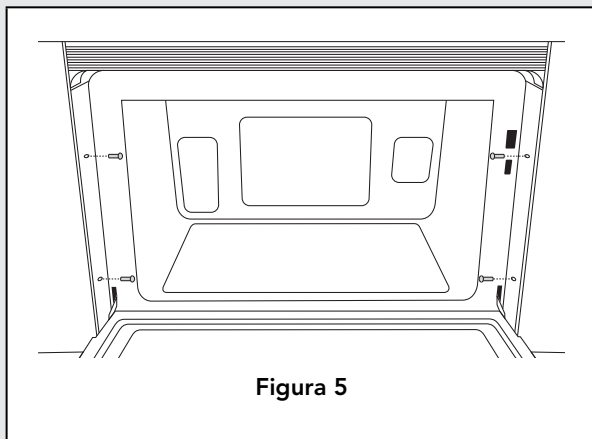
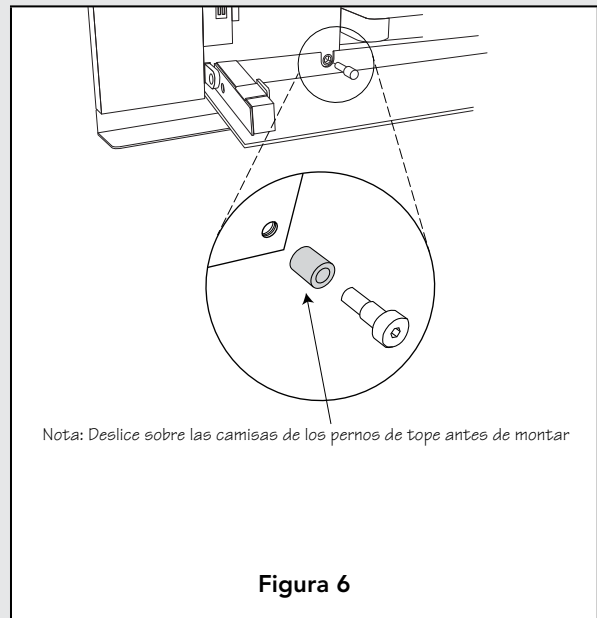

Figura 5
Figura 6
5. Abra la puerta del horno e inserte los 4 pernos de montaje suministrados. No apriete completamente. Vea la Figura 5.
6. Abra la bandeja de goteo e inserte los 2 pernos de tope suministrados. Vea la Figura 6. No apriete completamente.
7. Compruebe la alineación del horno, luego apriete los 4 pernos de montaje mostrados en la Figura 5 y los 2 pernos de tope mostrados en la Figura 6 para fijar el horno.